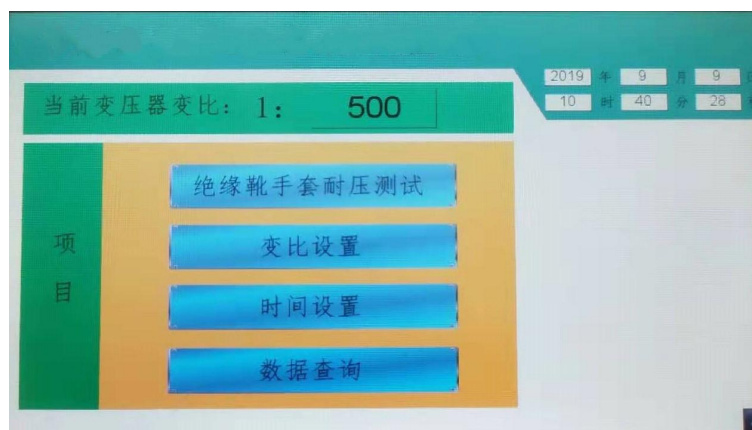
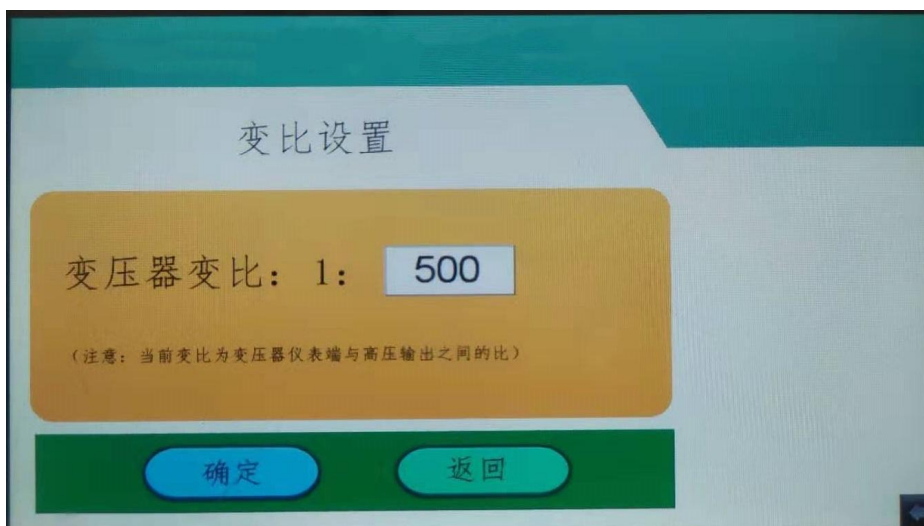

图 1
图 2
(1) 主机界面有多个参数可设置，如图 1，连接好线路开机准备试验的时候，首先是需要确认主机的变比与所搭配的试验变压器的变比是否一致，如不一致，请在变比设置一项里面进行设置 图 2。特别注意：如果是配套交直流两用的变压器，使用直流的时候变比要根据比例进行设定，交流变比乘根号 2 进行设定。如图 2，设置完成点击确定，参数即时保存。
(2) 为了打印时间的准确性, 请确认系统的时间是否与北京时间一致, 如不一致请在时间设置里面设置, 具体如图 3, 设置完毕, 点击确定即可。如时间设定完成后, 重新开机时间参数保存不了的, 请更换主板 coms 电池, 重新设置。设置保存的参数, 变比与时间参数均会在主机设置界面图 1 中显示。